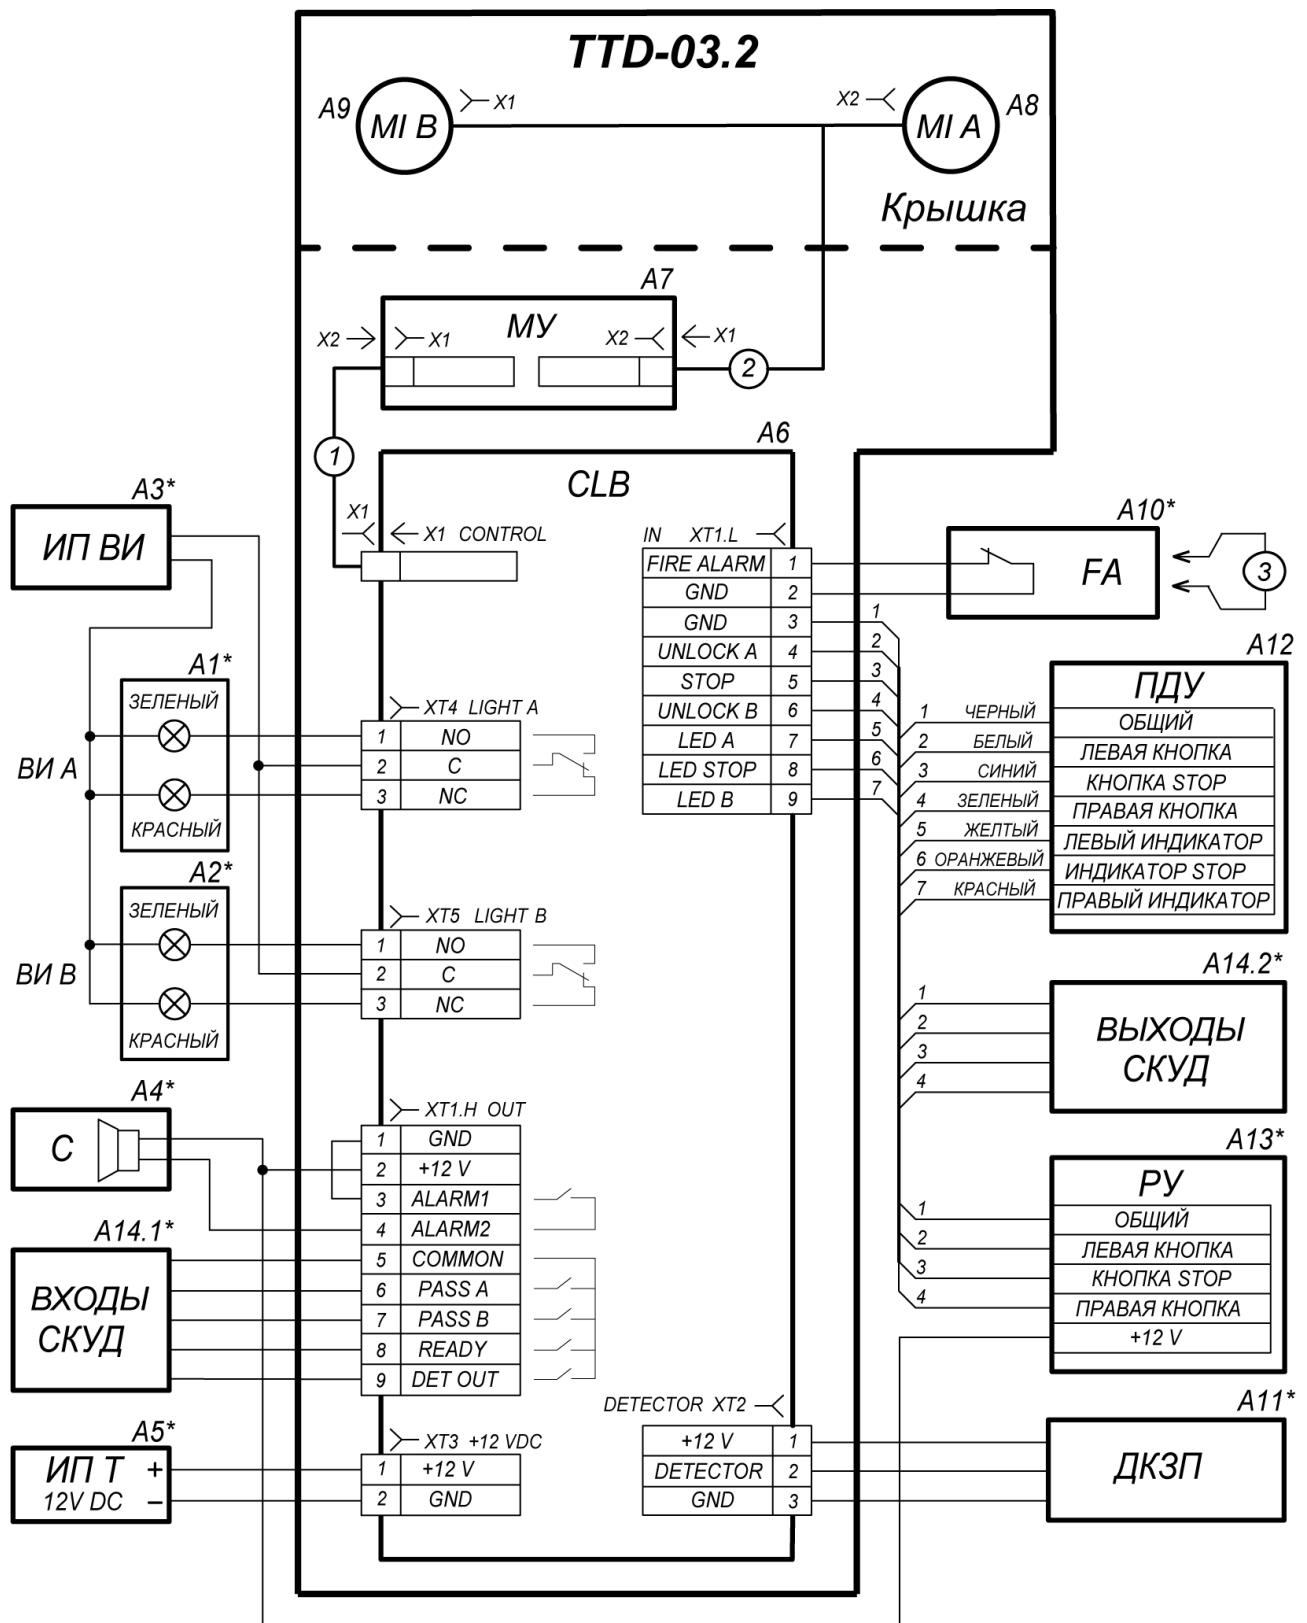

Рисунок 13. Схема электрическая соединений¹
Схема подключения турникета приведена на рис. 13. Расположение клеммных колодок на плате управления указано на рис. 4. Используемые при монтаже кабели указаны и их максимальная длина указаны в разд. 8.3. Рекомендации по подготовке установочной поверхности и организации зоны прохода приведены в разд. 8.1.
- позиции A4, A6 – A9, A11 – см. рисунок 13.
8. Все подключения к плате CLB выполняйте в соответствии со схемой электрических соединений (рисунок 13). Прокладка кабелей внутри стойки турникета показана на рисунке 12.
9. Установите источник питания турникета (11) на отведенное для него место (порядок монтажа источника питания указан в *Паспорте* на этот источник питания).
10. Подключите кабель питания (14) от источника питания турникета (11) к клеммной колодке XT3 на плате CLB. Подключите кабель (13) ПДУ (12) к клеммной колодке XT1.L на плате CLB. Подключите, при необходимости, кабели от других устройств к соответствующим клеммным колодкам платы CLB (см. рис. 13 и 13). При подключении устройства, подающего команду аварийной разблокировки, снимите перемычку в виде провода, установленную между контактами *Fire Alarm* и *GND* клеммной колодки XT1.L (*In*).